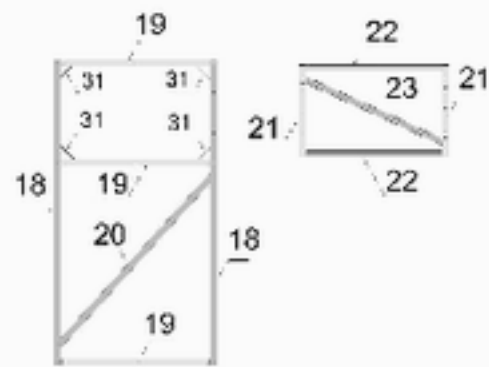

Рис. 4 Дверь и форточка
3.1.12. Присоедините к стойкам форточек №21 укосину форточек №23 (рис. 4).